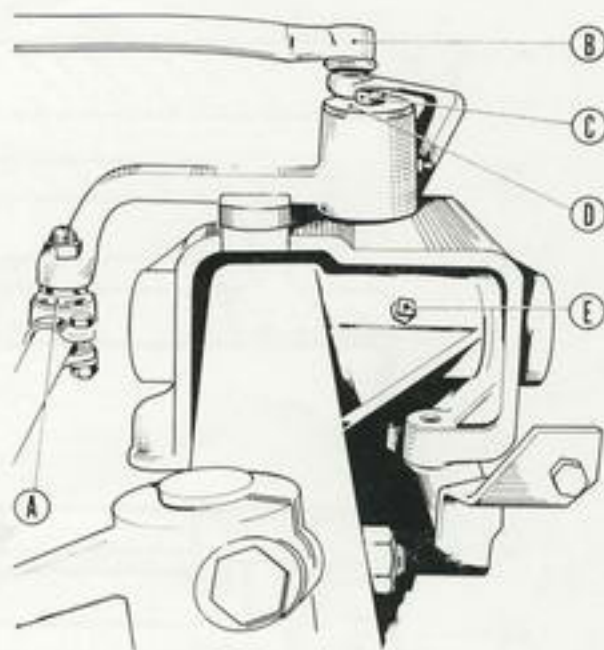
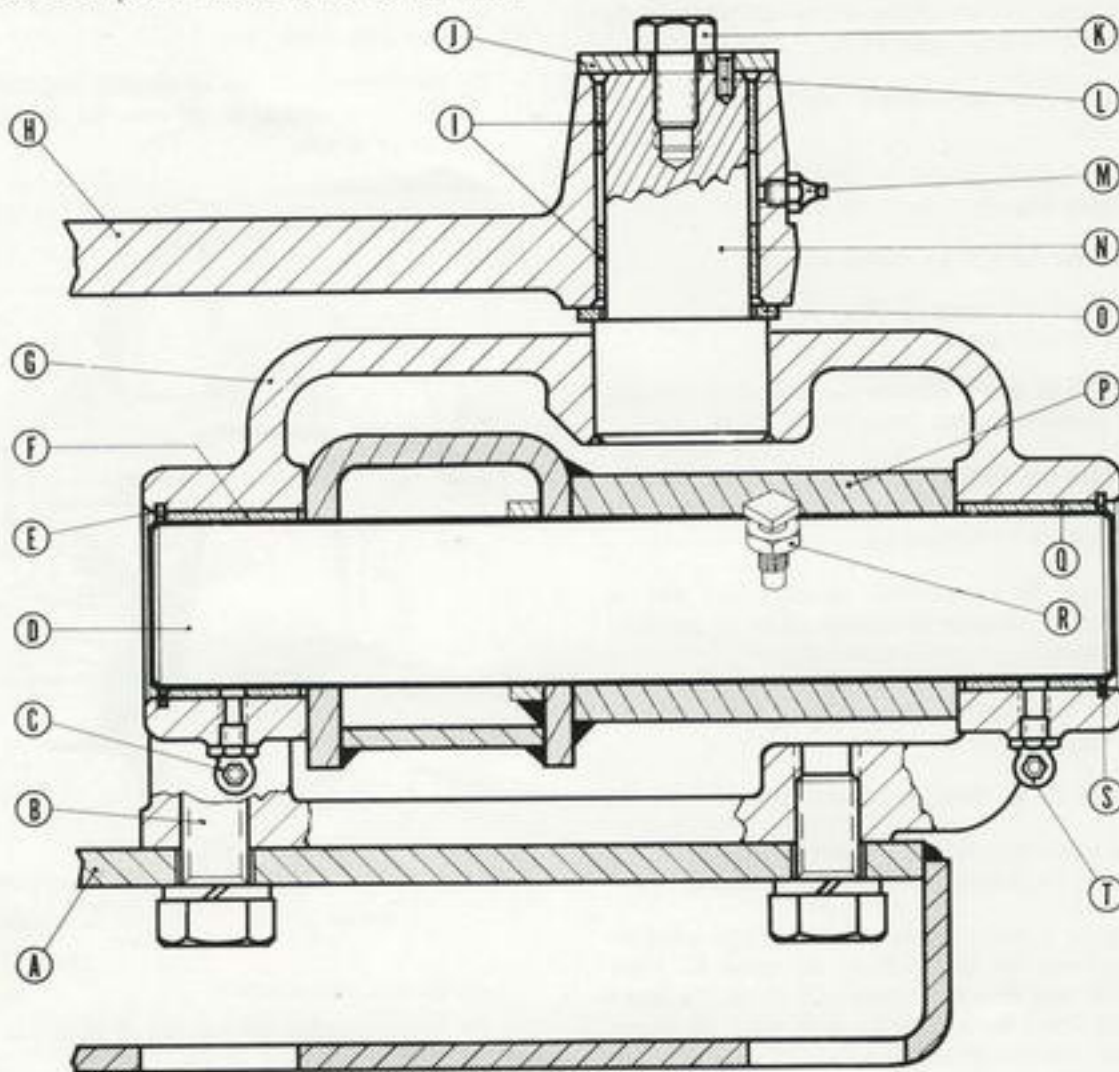

Fig. 7
Fig. 8
a) Démontage (voir fig. 7).
Le remontage du levier double s'effectue dans le sens inverse du démontage. Le montage du levier sur son axe devra être conforme à la fig. 8.
a) Axe d'essieu (voir fig. 8).
- Enlever la vis et l'écrou de blocage E de la fig. 7.
- Orienter l'axe de façon que le trou de blocage de la vis E (fig. 7) tombe bien en regard avec le trou du porte-bras P (fig. 8).
La fig. 8 présente la vue en coupe du porte-essieu assemblé (en vue fantôme, la vis de blocage de l'axe).